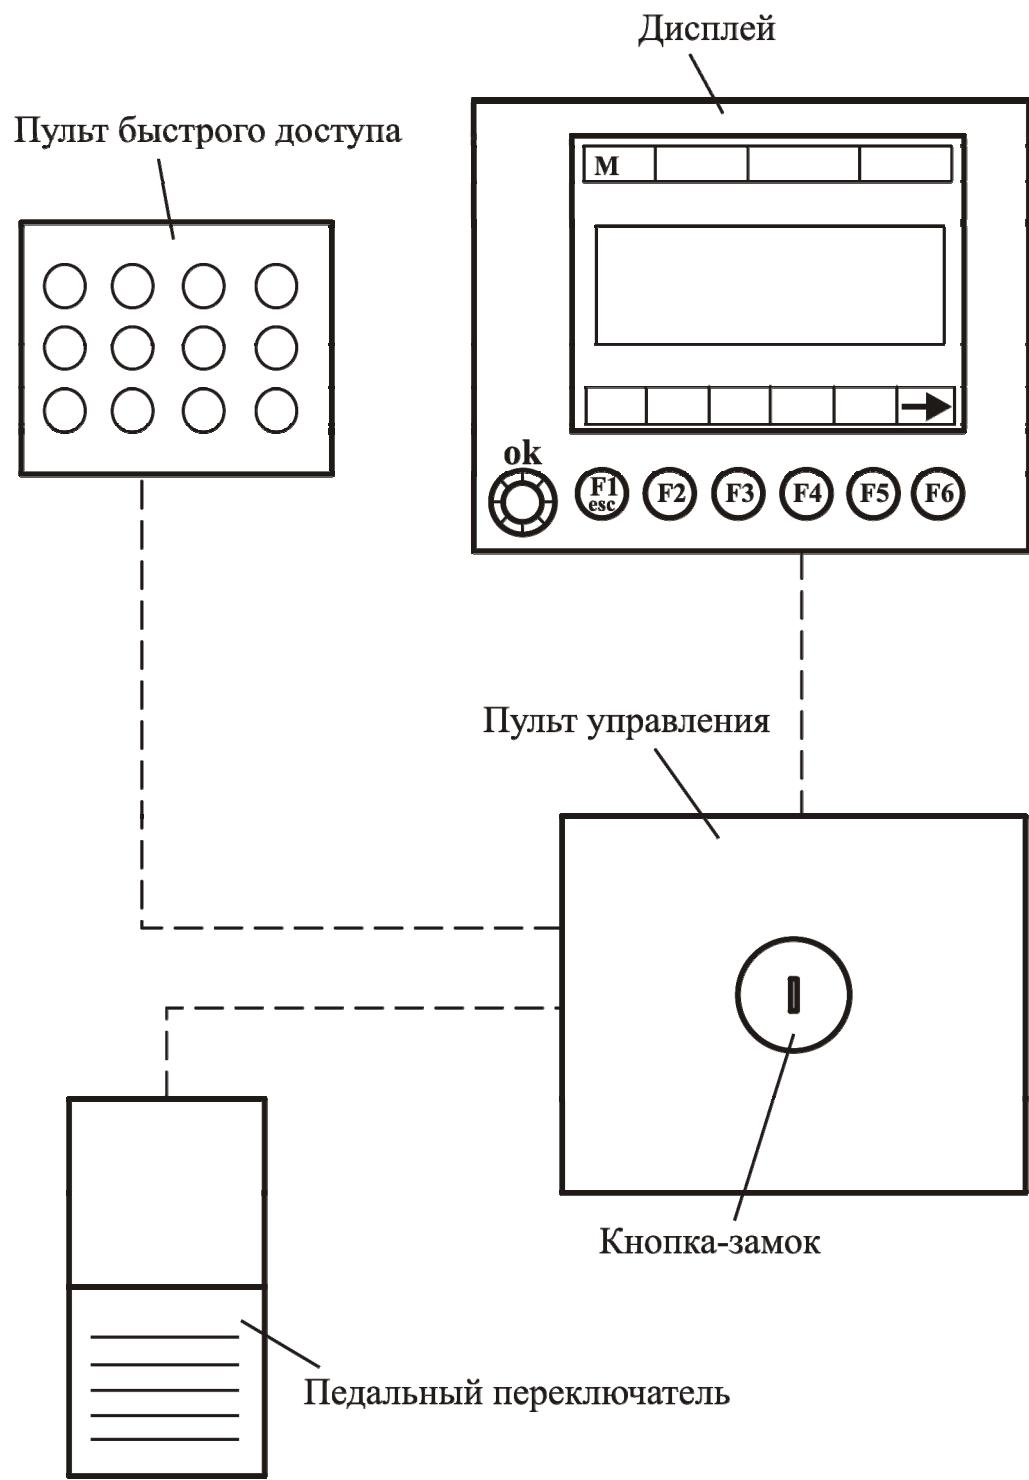

Рисунок 1.18 – Органы управления рубильным агрегатом
Для работы и управления рубильным агрегатом на реверсивном посту управления трактора имеется дисплей, пульт быстрого доступа и пульт управления, которые расположены в правом углу трактора, а также педальный переключатель (рисунок 1.18).
- включить питание рубильного агрегата, для чего необходимо вставить ключ в кнопку-замок (рисунок 1.18), и повернуть его против часовой стрелки, при этом кнопка разблокируется и отожмется. На экране дисплея появится стартовое меню «M1»;